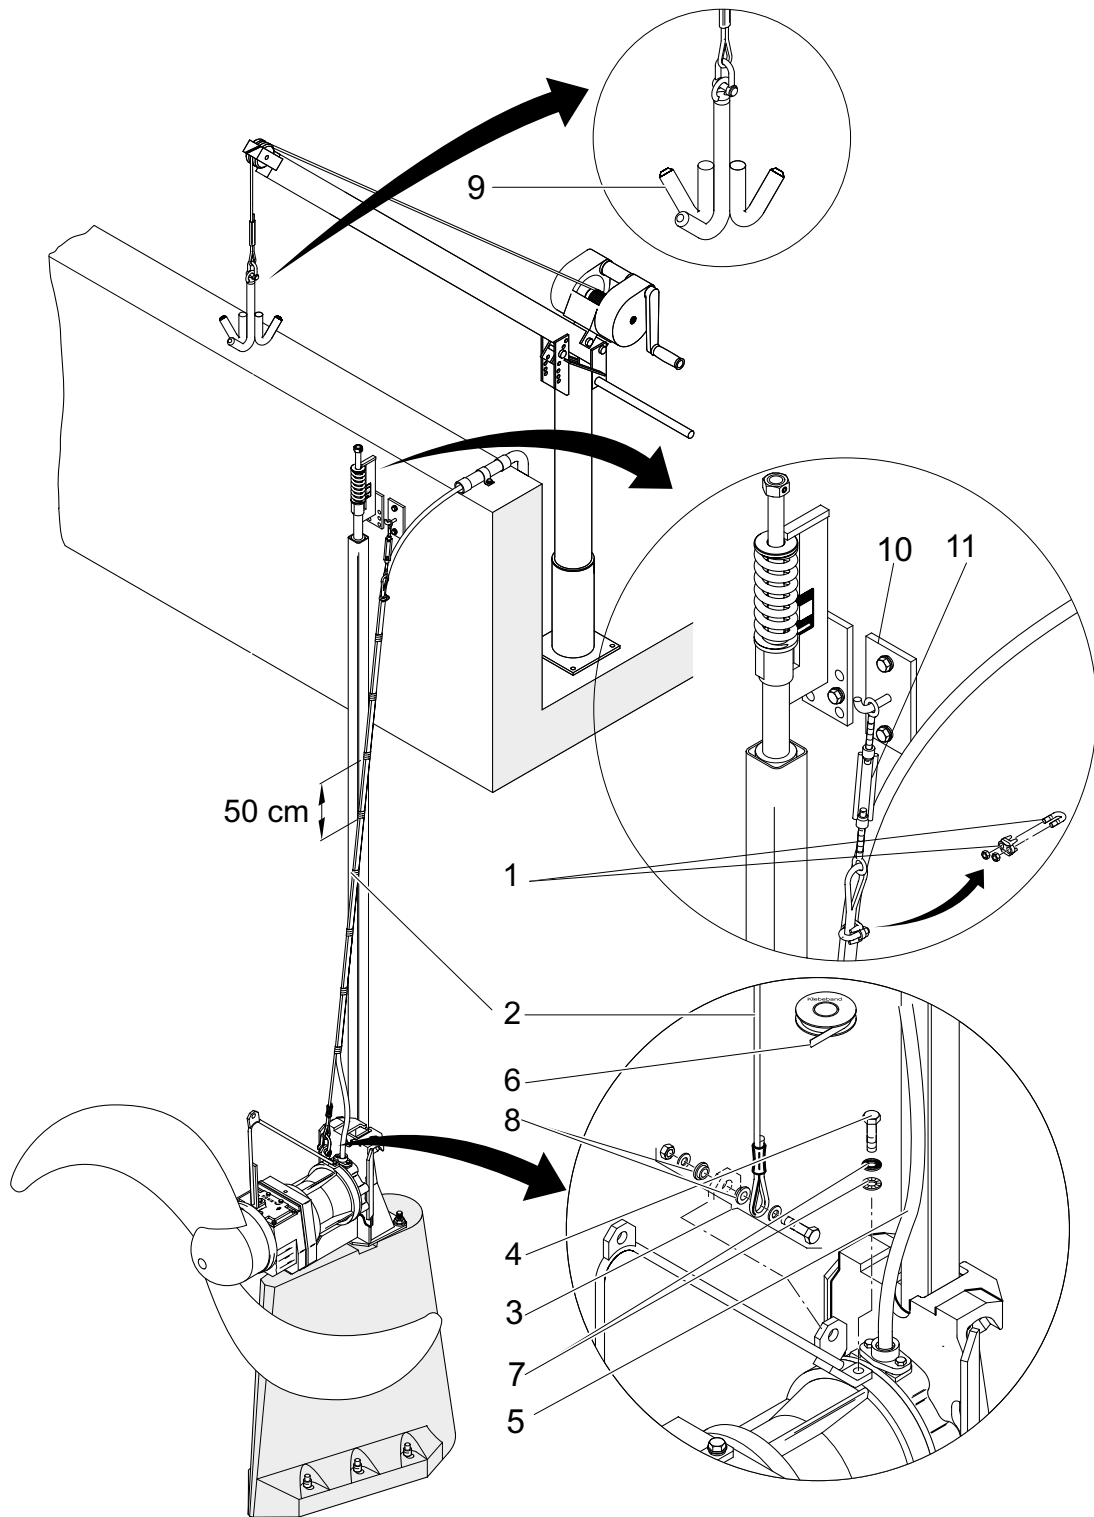

Bild 14 Montage der Kabelabspannung
- Anschließend ist das Motoranschlußkabel mit dem beigefügten Spezialklebeband (14/6) im Abstand von jeweils **ca. 50 cm** am Edelstahlseil *gemäß Bild 14* zu befestigen.